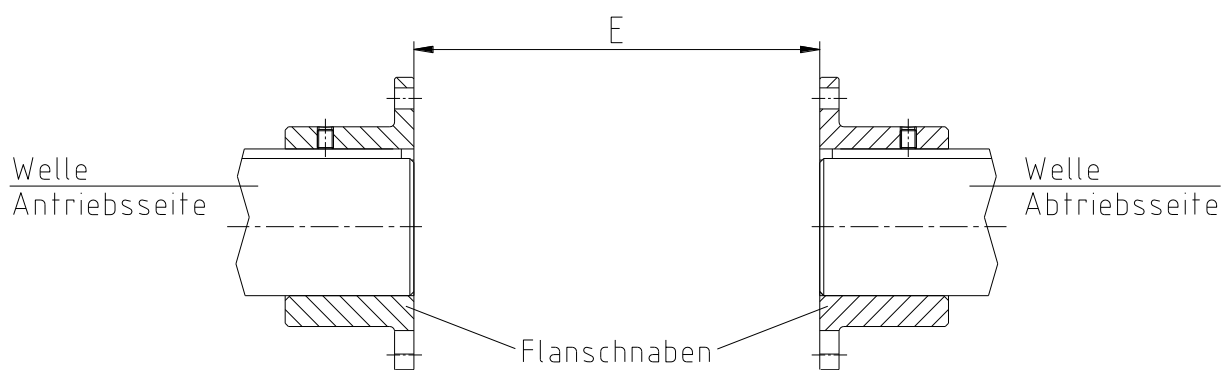

Bild 6: Montage der Flanschnaben
- Montieren Sie die Naben auf die Welle der An- und Abtriebsseite (siehe Bild 6).